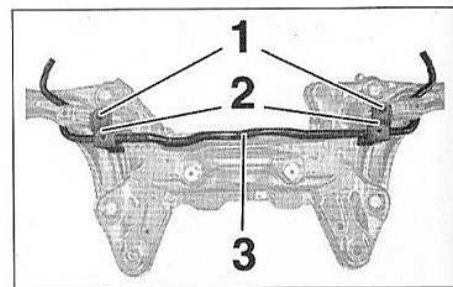

FIG.35
- les vis (1) (Fig.35),
- les brides (2),
- la barre stabilisatrice (3) avec ses paliers élastiques.